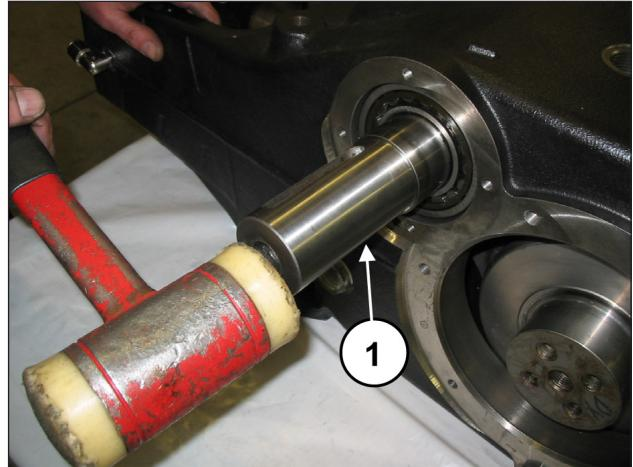
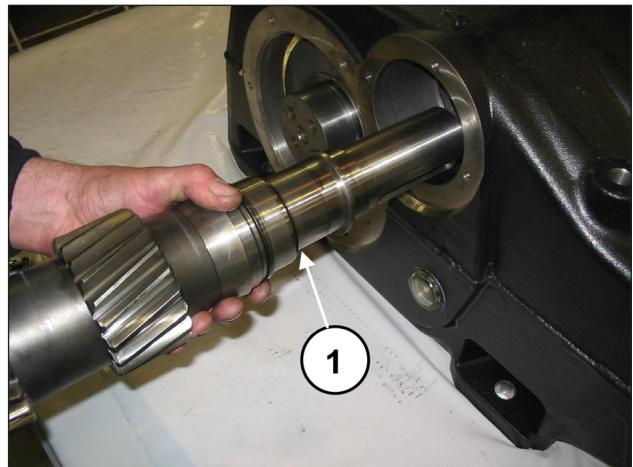

Abb. 31
Abb. 32
Mithilfe eines Schlagwerks (Pos. ①, Abb. 31) ziehen Sie die Zapfwelle wahlweise von einer der beiden Seiten heraus (Pos. ①, Abb. 32).